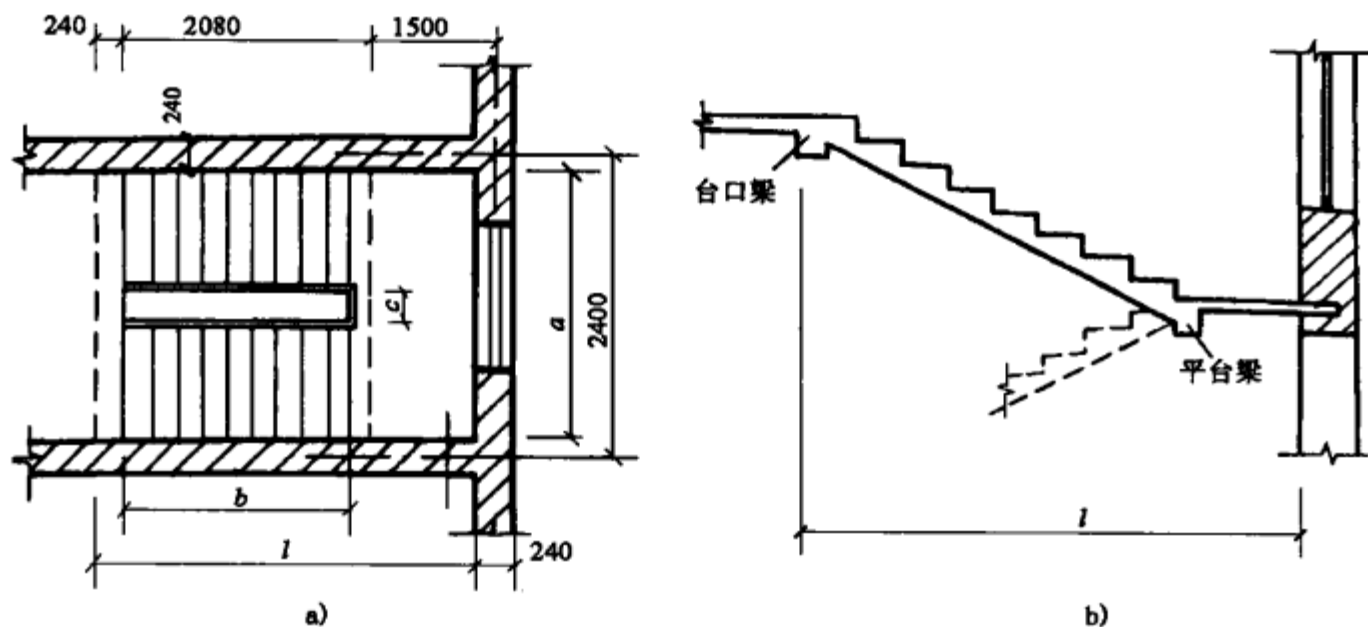

图 1-29 水磨石楼梯设计图
**【例 29】** 如图 1-29 所示为某五层建筑楼梯设计图,设计为普通水磨石面层,求水磨石楼梯面层工程量(不包括楼梯踢脚线,底面、侧面抹灰)。
式中  $a, b, c, l$ ——具体如图 1-29 所示(m);